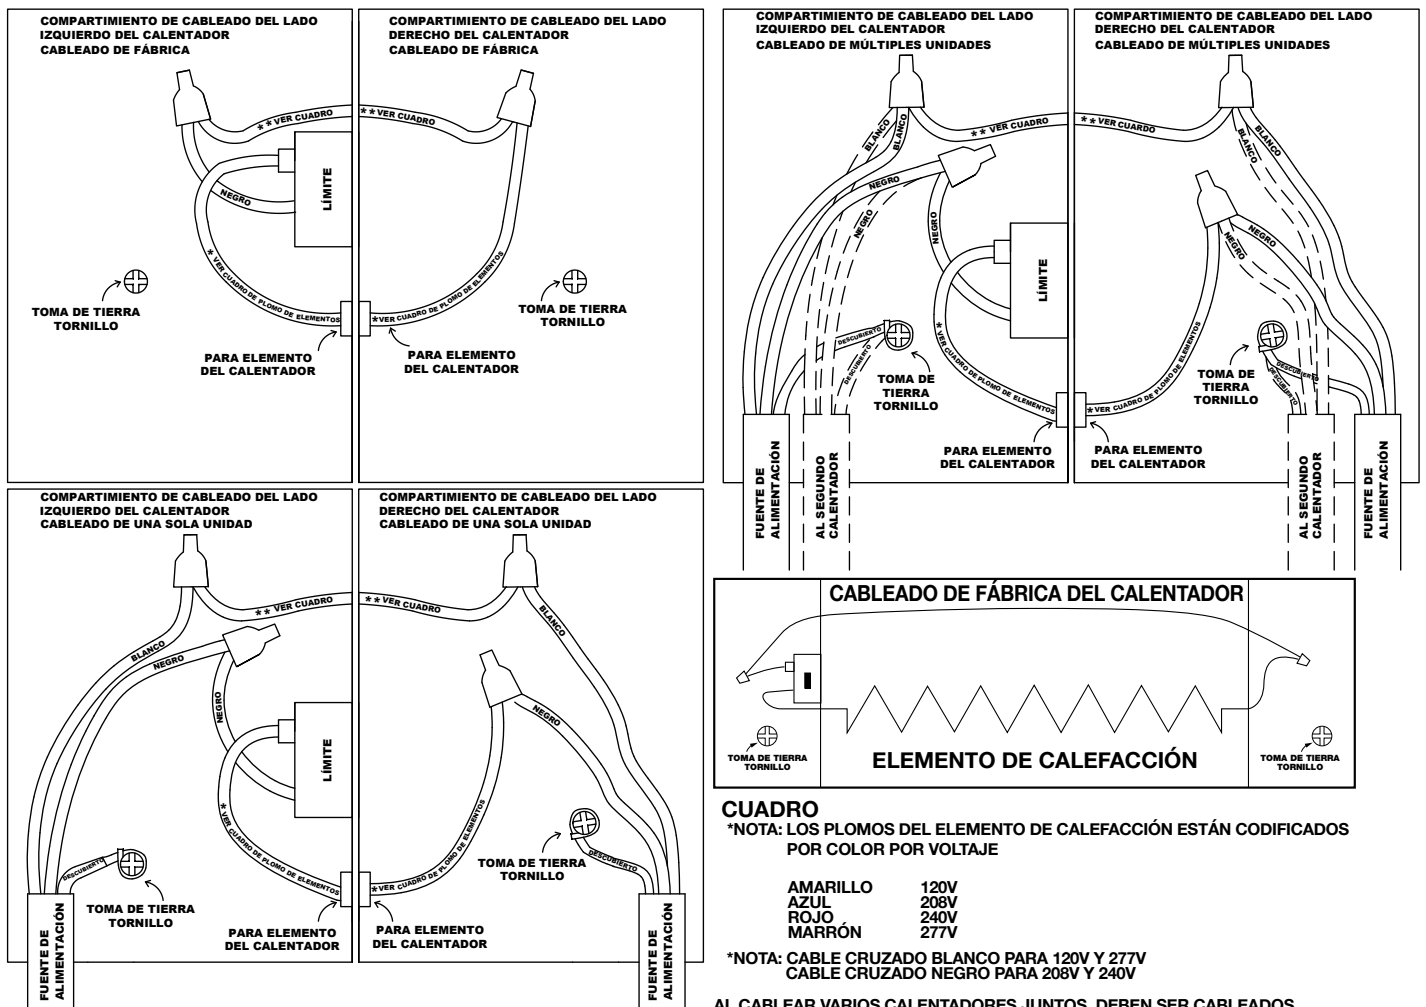

Figura 5: Diagramas
2. Los procedimientos de cableado y las conexiones deben estar de acuerdo con el Código Eléctrico Nacional (NEC) de los EE. UU. y los códigos locales. Consulte los diagramas de conexión de la Figura 5. Asegúrese de que todas las conexiones eléctricas estén firmes, para evitar posibles sobrecalentamientos. Utilice cables de alimentación de cobre únicamente.
c. Cablee el calefactor de acuerdo con los diagramas de conexión de la Figura 5. Sujete la cubierta del canal de cables mediante los tornillos.
8. Siga el diagrama de conexión que corresponda, como se muestra en la Figura 5, para conectar la fuente de alimentación eléctrica al calefactor mediante tuercas de empalme de cables aprobadas.